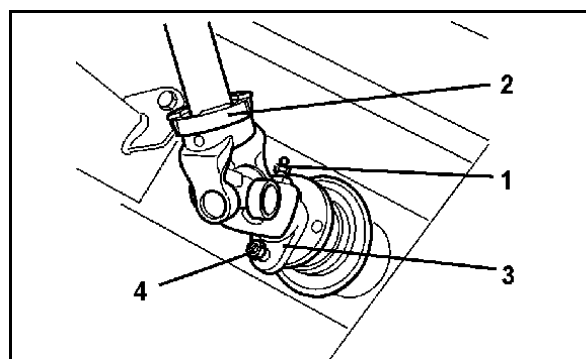

图 59
3. 将锥形防护罩（图 59/1）旋到安装位置。
4. 拔下半件护罩（图 59/3）。